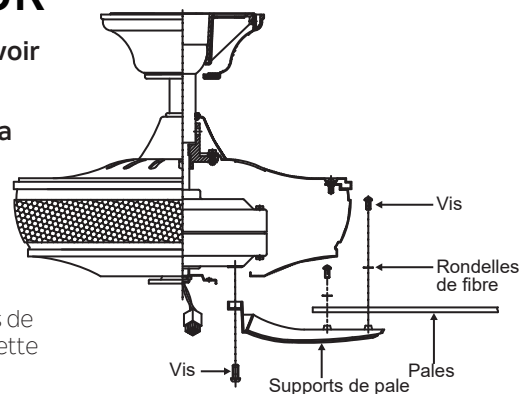

Fig. 16
Étape 1. Fixez une lame à un support de lame à l'aide des vis et des rondelles en caoutchouc fournies. (Fig. 16)
Étape 2. Fixer chaque support de pale sur le moteur à l'aide des vis de montage « préinstallées » sur les supports de pale. (Fig 16)